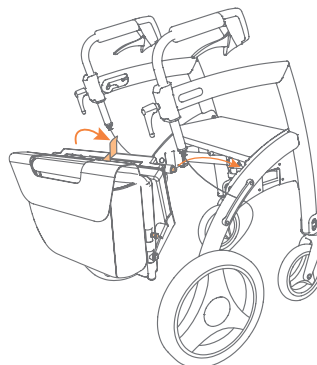

Figure 30: Fixer le kit chaise roulante.
- a. Prenez le kit chaise roulante et tenez le sac dirigé vers vous **(Figure 30)**.